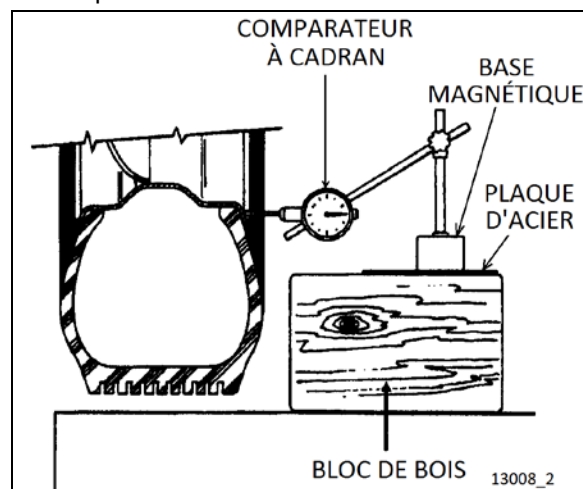

FIGURE 4 : POSE DU COMPARATEUR À CADRAN
2. Voile latéral de roue. Poser un comparateur à cadran comme illustré à la figure 4. Ensuite, faire tourner à la main d'un tour complet. Pendant que la roue tourne, remarquer toute variation sur le comparateur à cadran ;